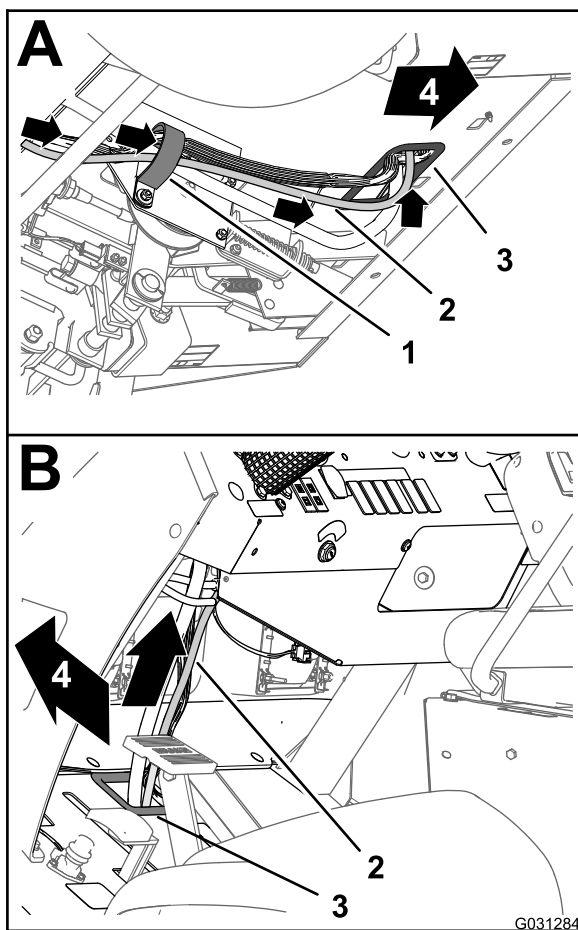

図 175
3. データ用ハーネスの 220cm の枝線を前方上方向へ延ばして、フロアパネルの穴についているハトメに通す 図 175。
- データ用ハーネスの 220cm の枝線を上方へ、機体の前方ワイヤハーネスに沿って延ばす 図 175。